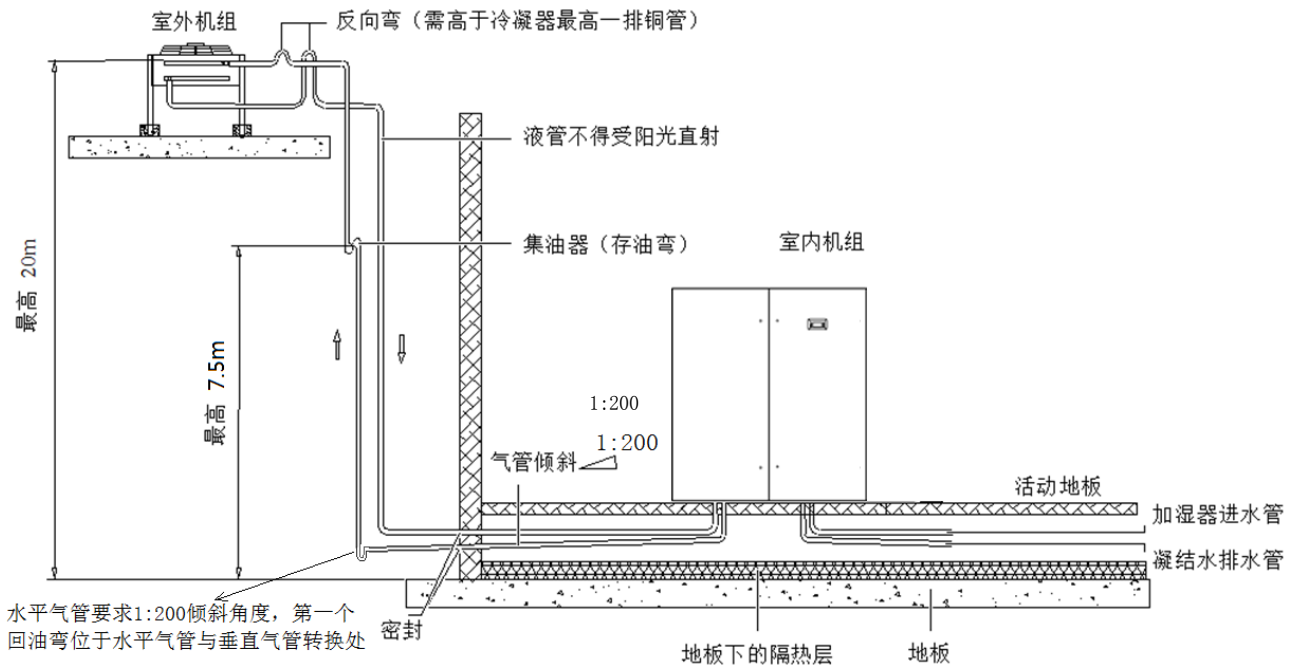
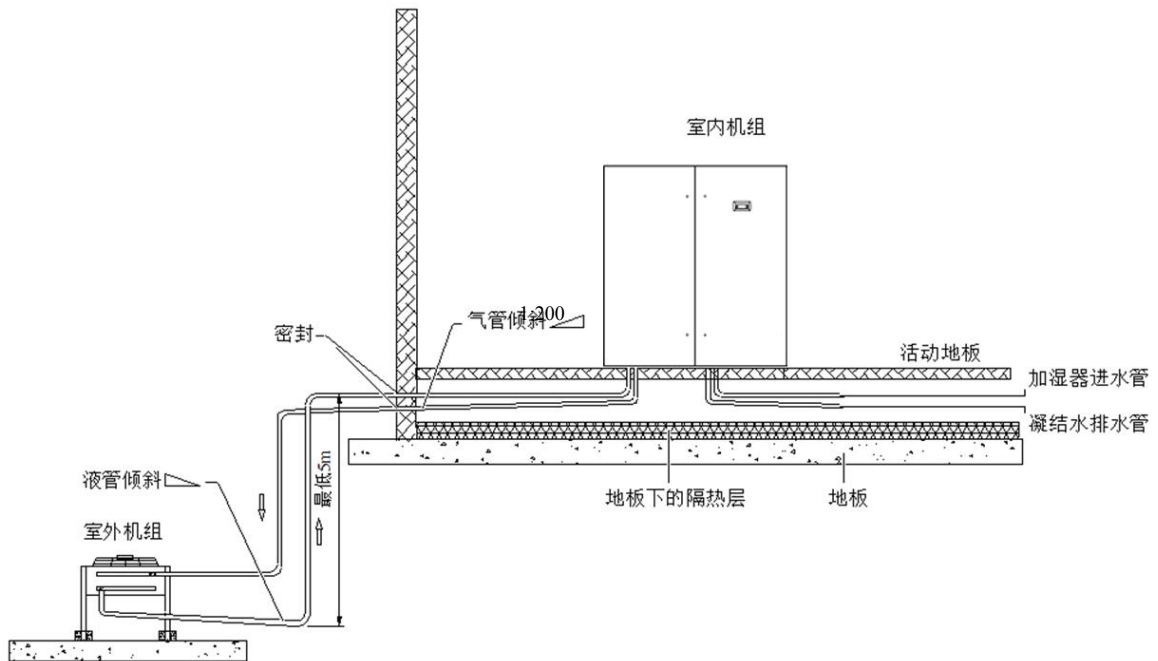

图2-5 冷凝器高于压缩机的安装示意图
图2-6 压缩机高于冷凝器的安装示意图
房级系列空调机组安装方式见图 2-5 和图 2-6。
1. 冷凝器高于压缩机时（即正落差机组，见图 2-5），注意在冷凝器的进气管和出液管上加装反向弯，避免停机时液态制冷剂的回流；同时水平气管需按照 1:200 倾斜角度，第一个回油弯安装在水平气管与垂直气管转换处；在垂直气管上，最多每隔 7.5m 安装一个回油弯。